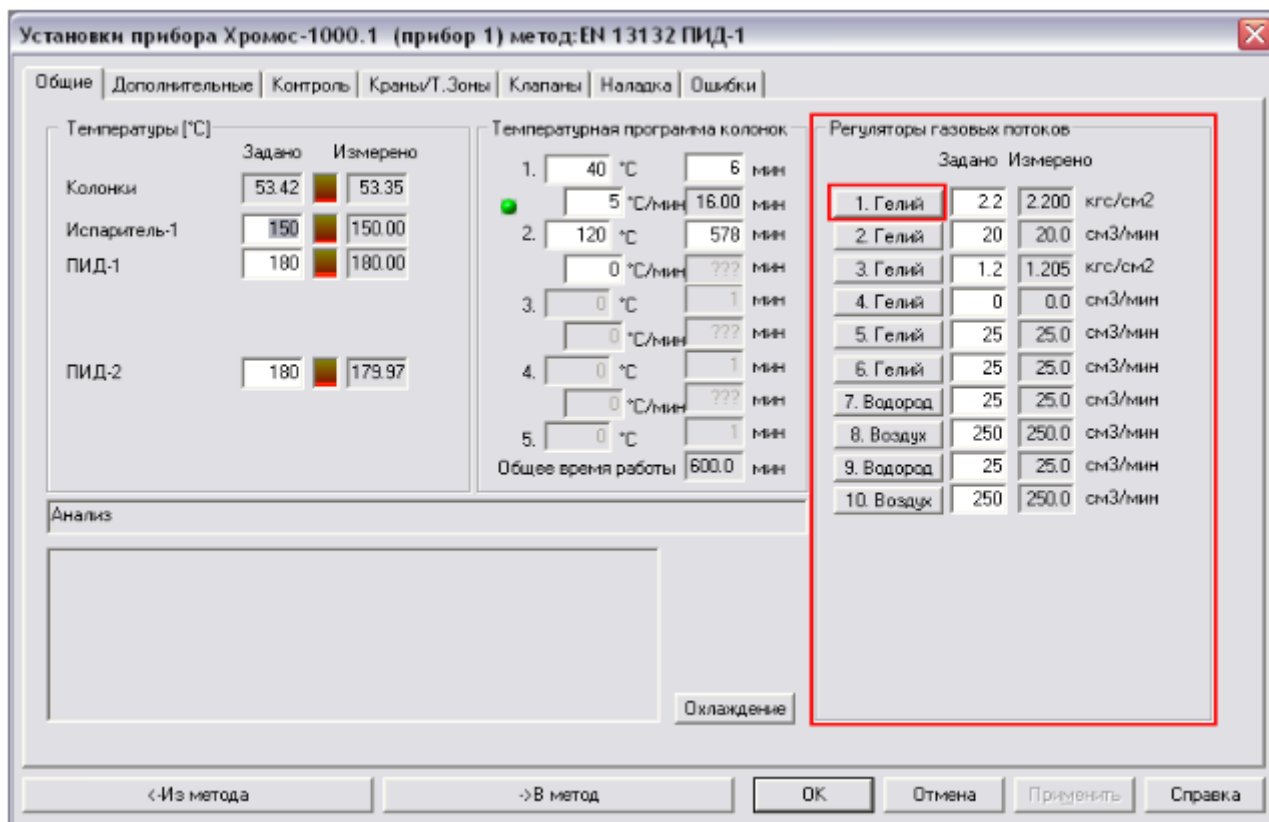

Рис. 34: Окно «Установки прибора»
1. На панели управления, рядом с названием прибора, нажмите  **Установки**. Откроется окно *Установки прибора* (Рис. 34).